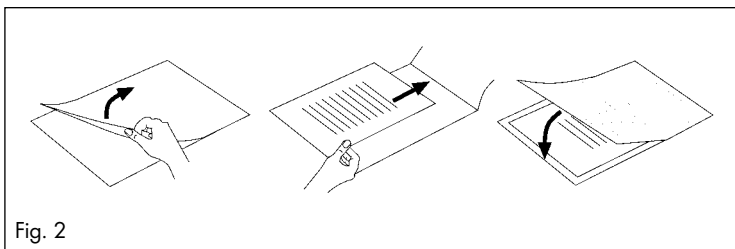

Fig. 2
- ▶ Sørg for kun at bruge én folie til laminering. Klap den op på forhånd som vist på f.eks. fig. 2.